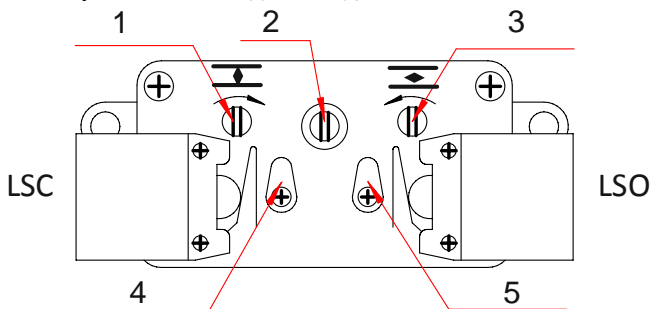

Рис. 3 Схема устройства ограничения хода выходного вала.
Двухсторонняя муфта ограничения крутящего момента состоит из червячного вала 9 (Рис.1), болтов регулировки крутящего момента 5 (Рис. 3), и микровыключателей 1 (Рис. 3). При достижении заранее отрегулированной величины крутящего момента (шкала 4) в положении ЗАКРЫТО или ОТКРЫТО, либо, в случае заклинивания затвора арматуры в промежуточном
! ВНИМАНИЕ: Ограничитель хода выходного вала настраивается только после монтажа электропривода на запорную арматуру. Если устройство было демонтировано или снято с затвора арматуры, перед запуском электродвигателя следует вновь произвести проверку настройки ограничителя хода выходного вала (рис. 3). При выполнении операций по настройке конечных выключателей для облегчения вращения настроечных валов 1 и 3 (рис.3) рекомендуется применять шуруповерт.
1. Для настройки ограничителя хода выходного вала положения ЗАКРЫТО затвор арматуры (в ручном режиме) переместить в положение ЗАКРЫТО. Снять крышку корпуса. Утопить вал 2 шлицевой отверткой до упора и повернуть по часовой стрелке (рис. 3). Убедиться, что вал 2 зафиксирован в утопленном положении.